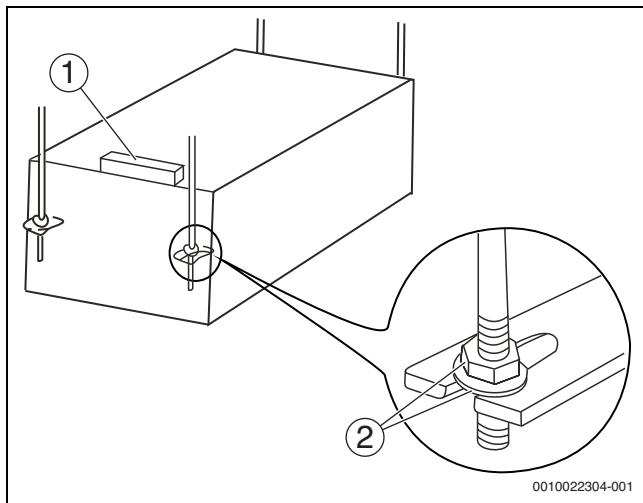

Bild 14
3. Die Muttern der Tragbolzen in die Langlöcher der Tragösen einsetzen und die Tragösen oben und unten mit Unterlegscheiben und Muttern befestigen (2).
4. Mit einer Wasserwaage sicherstellen, dass die Einheit waagerecht hängt (→ Abb. 14).
→ Abb. 14, [2]).